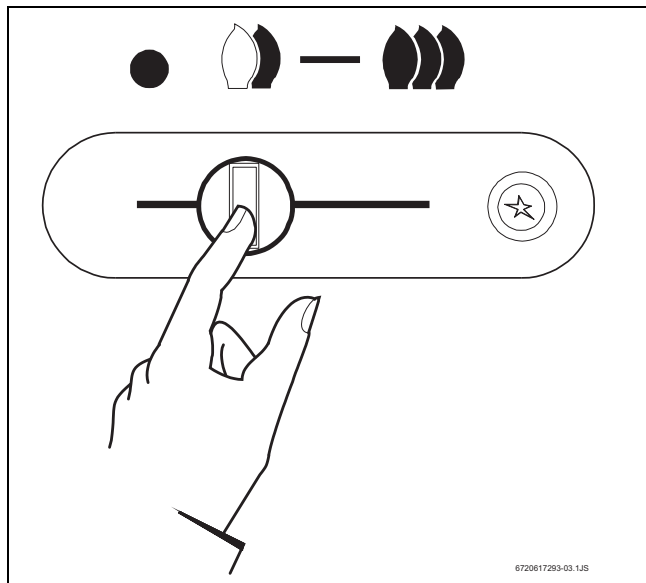

Fig. 3
- Commuter, en premier lieu, le bouton de réglage coulissant de la position « Éteindre » à la position « Allumer » (Fig. 3).